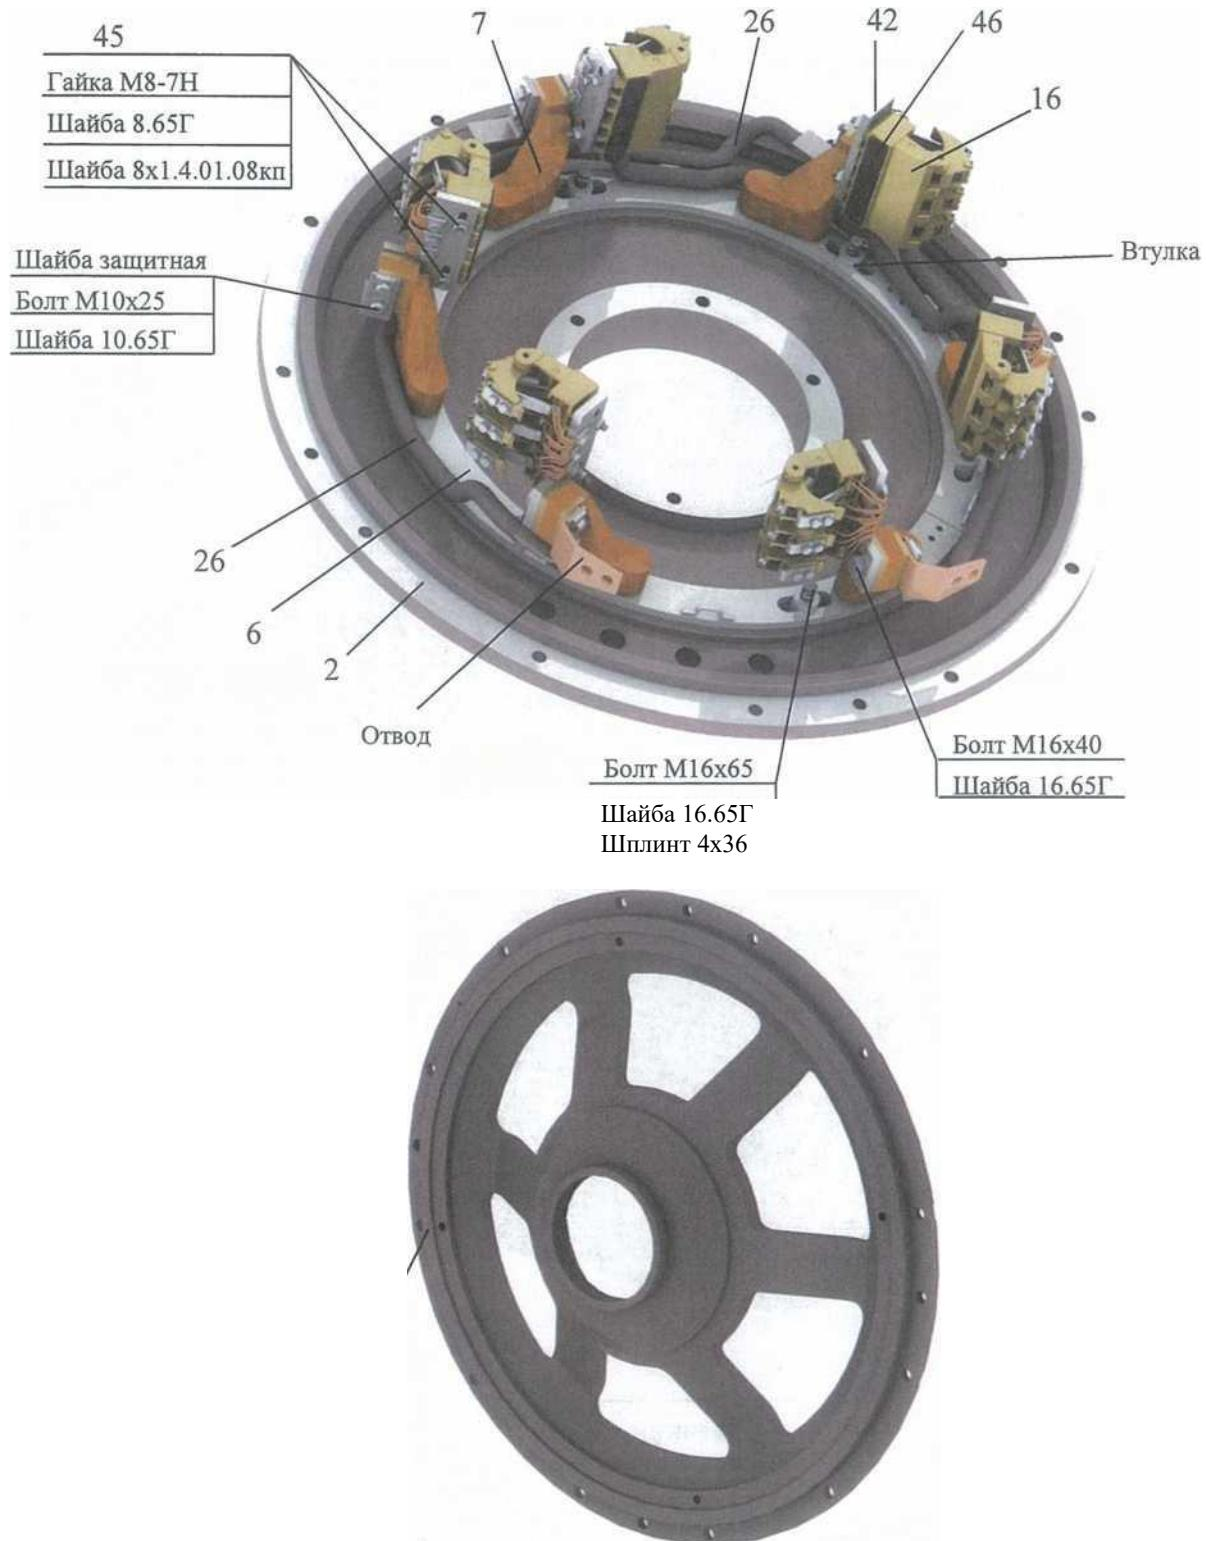

Рисунок 6 - Щиты подшипниковые электродвигателя
Щиты подшипниковые 1, 2 электродвигателя (рисунок 6) - сварные.
1.1.7 Щеткодержатели слабо закреплены и вибрируют	Подтянуть гайки болтов 45 , крепящих щеткодержатели 16 . Момент затяжки гаек для крепления щеткодержателей - $16^{+2}$ Нм. Подтянуть болты M16x40 (рисунок 6), крепящие пластины с щеткодержателями к кронштейнам 7, и болты M16x65 (рисунок 6), крепящие кольцо с кронштейнами к щиту. Момент затяжки болтов – $100^{+10}$ Нм